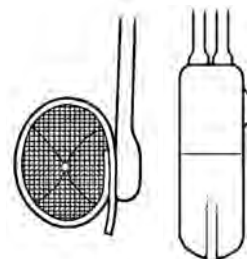

Figure 4-41. Manchette et pompe remplies
*Remarque : Une telle action remettra la soupape de désactivation en position activée. Une fois le dispositif activé, la pompe se remplira d'abord et la manchette se remplira ensuite. **(Figure 4-41)** Le remplissage du dispositif et la fermeture par la manchette de l'urètre ou du col vésical prendront plusieurs minutes. Lorsque le système est activé, la pompe peut devenir un peu plus souple.*